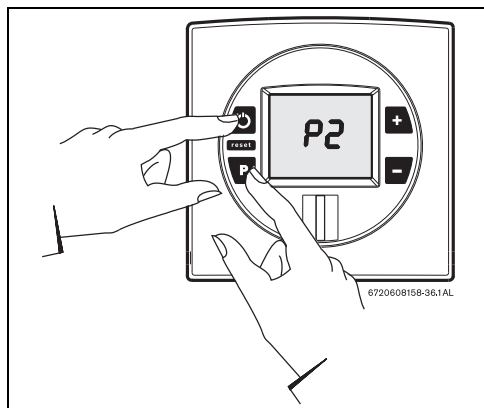

Fig. 39
- Mantener pulsada la tecla de programación y pulsar el interruptor principal ON/OFF para conectar el aparato (consultar la Fig. 39).